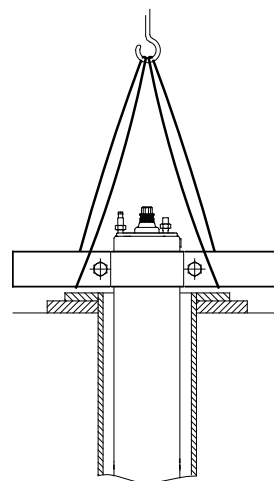

Рис. 14 Электродвигатель в вертикальном положении
2. Установите двигатель в вертикальном положении в отверстие скважины. См. рис. 14.